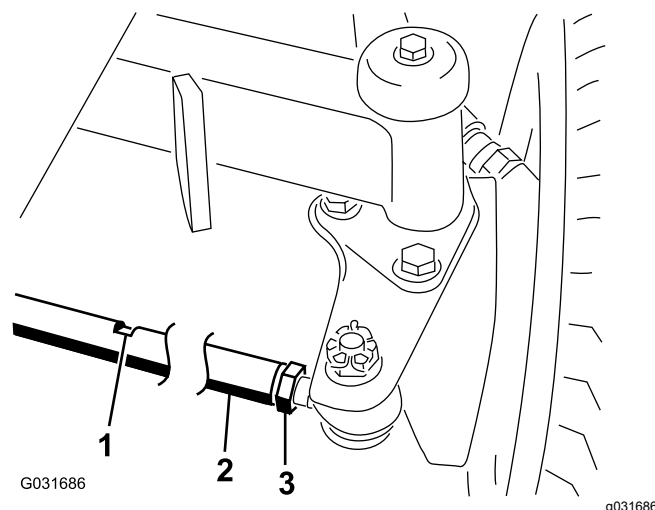

Figura 67
2. Allentate il controdado da ciascun lato del tirante (Figura 67).